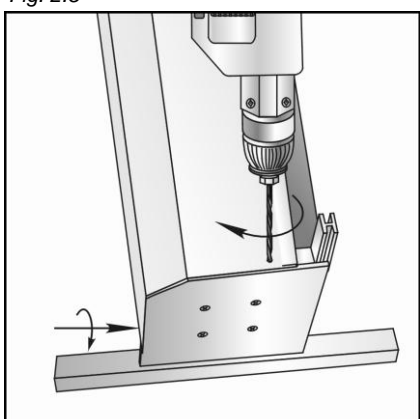

Fig. 2.7
2.5. Marquez et percez ensemble des trous de Ø4,2 mm dans les bords repliés avant des couvercles latéraux et du couvercle du coffre (deux trous à chaque côté du coffre) pour la pose de rivets (fig.2.7).